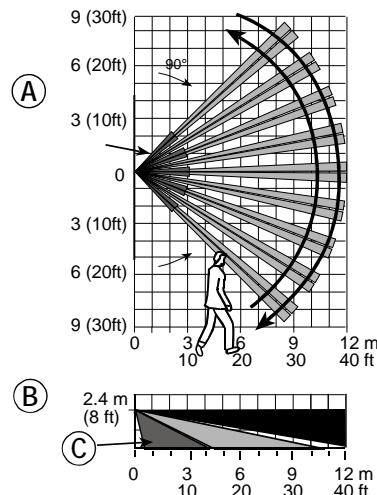

Fig. 5. Diagramme de rayonnement et essai de marche
- D. Effectuez un test de marche de la zone de couverture - voir fig. 5. Marchez jusqu'au bout du diagramme de rayonnement dans les deux directions; la LED rouge s'allume chaque fois que votre mouvement est détecté suivi de 3 clignotements de la LED.